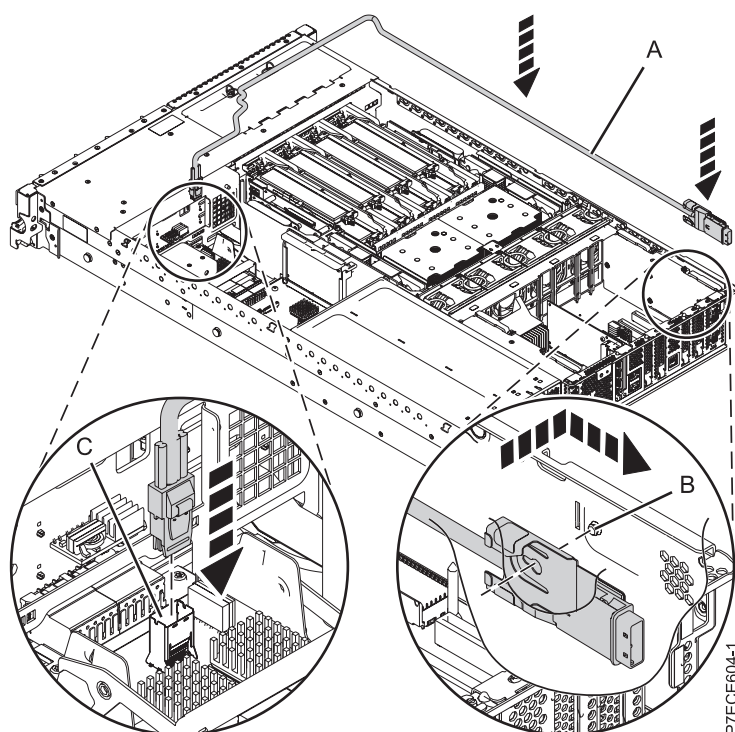

Figure 29. Installation du câble SAS
10. Branchez le connecteur mini-SAS du câble SAS au port de connexion SAS interne (C) sur l'interposeur de stockage et appuyez jusqu'à ce qu'il s'enclenche. Pour plus d'informations, voir figure 29.
11. Faites passer le câble (A) devant le boîtier d'extension de mémoire, dans la gouttière le long de la paroi latérale jusqu'à ce que le connecteur de port SAS se trouve à proximité de l'ouverture situées à l'arrière du châssis.
12. Alignez l'encoche du support du connecteur de port SAS (B) sur la broche de guidage à l'intérieur du boîtier. Puis, glissez le connecteur de port SAS dans l'ouverture à l'arrière du châssis jusqu'à ce que le taquet du support s'enclenche.